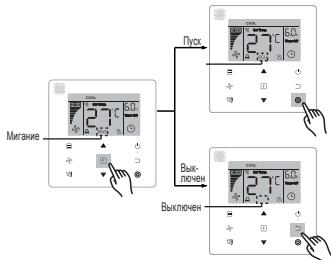

Рисунок 6.14
- Включение/выключение функции «ECO»: нажмите кнопку **F** (функция) для переключения на функцию «ECO» (значок «ECO» мигает). Затем нажмите кнопку **⊙** (подтверждение) для включения функции или кнопку **↵** (отмена) для выключения функции (см. Рисунок 6.14).